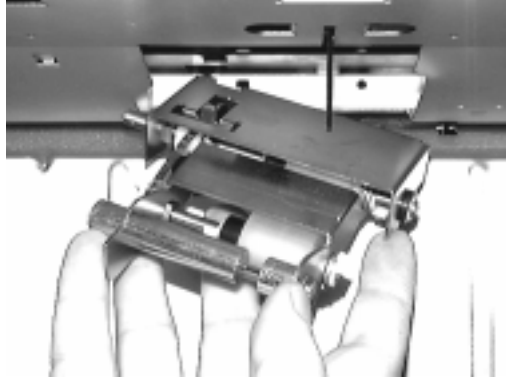

Abbildung 4-65 Installieren der oberen Walzeneinheit
1. Führen Sie von der Vorderseite der HLZ-Einheit aus die Walzeneinheit ein, wie in Abbildung 4-65 gezeigt.